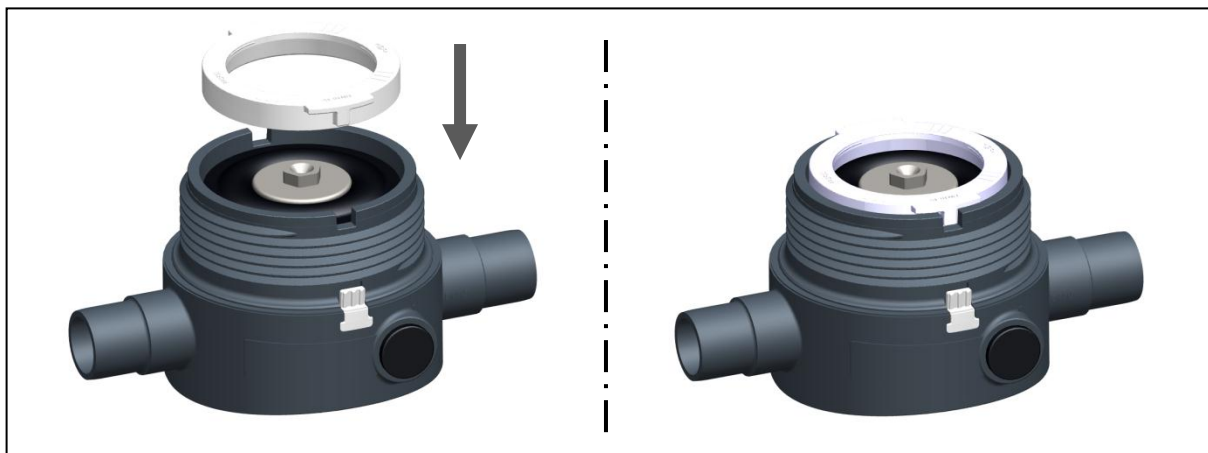

Fig. 13
- ▶ Posicionar el anillo de retención. Al hacerlo, asegurarse de que las dos pestañas del anillo de retención están dentro de las entalladuras de la pieza de base, ver la fig. 13